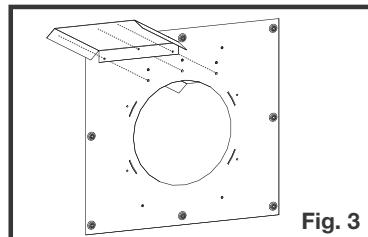

Fig. 3
- Installez l'autre écran protecteur sur l'autre côté de l'espaceur coupe-feu (**Figure 3**).